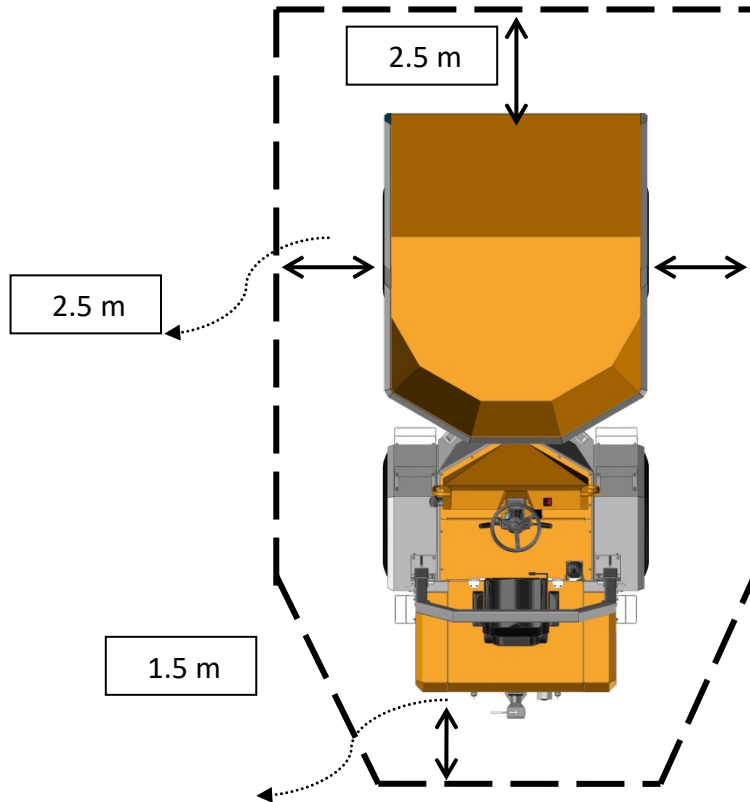

Abbildung 24. Um das Fahrzeug herum definierter Gefahrenbereich
- Halten Sie das Fahrzeug sofort an, wenn jemand den Gefahrenbereich betritt (Abbildung 24)